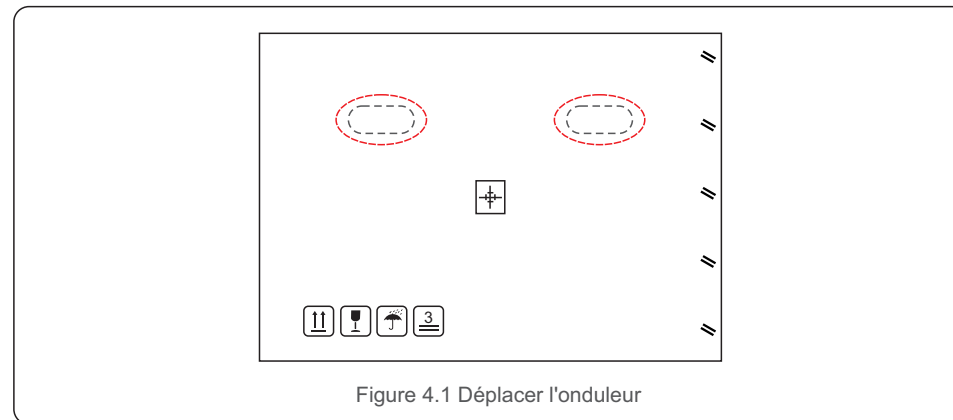

Figure 4.1 Déplacer l'onduleur
1. Les cercles rouges ci-dessous indiquent les découpes de l'emballage du produit. Enfoncer les découpes indiquées pour fabriquer des poignées vous permettant de transporter l'onduleur (voir Figure 4.1).